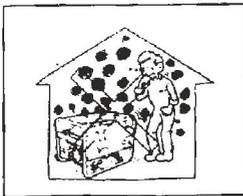

Fig.1
1. Úselo en un lugar bien ventilado, ya que el escape contiene monóxido de carbono que es un gas venenoso. ¡No lo use en lugares con poca ventilación! (fig. 1)